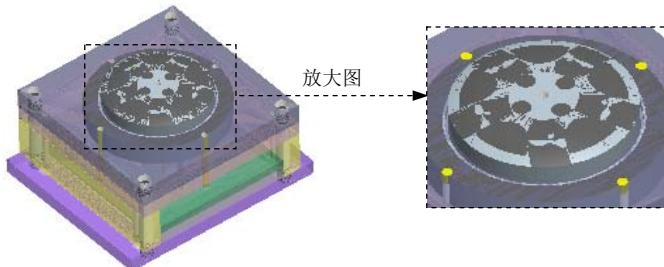

图 30.43 定义复位杆
Step4. 参考 Step3 添加其他的复位杆, 结果如图 30.43 所示。